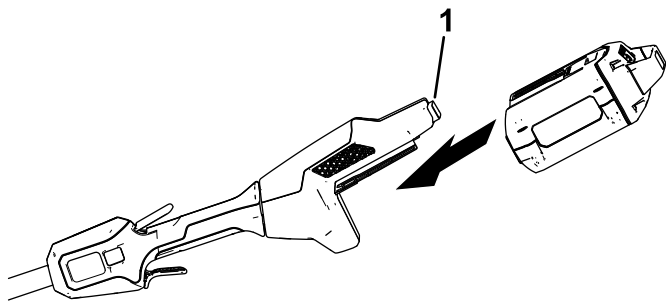

Figura 9
2. Alinee el hueco de la batería con la lengüeta del alojamiento del mango (Figura 9).
3. Introduzca la batería en la empuñadura hasta la batería encaje en el cierre (Figura 9).